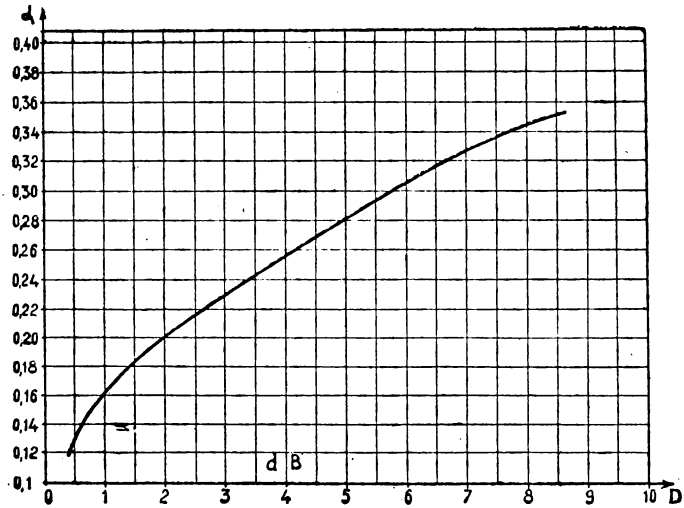

Fig. VII-5-2
- 6° On utilise la courbe de la figure VII-5-2, qui donne $\alpha = NCR$ en fon-
6° La courbe de la figure VII-5-2 indique que, pour $D1 = D_1 = 1 \text{ db}$, on a :